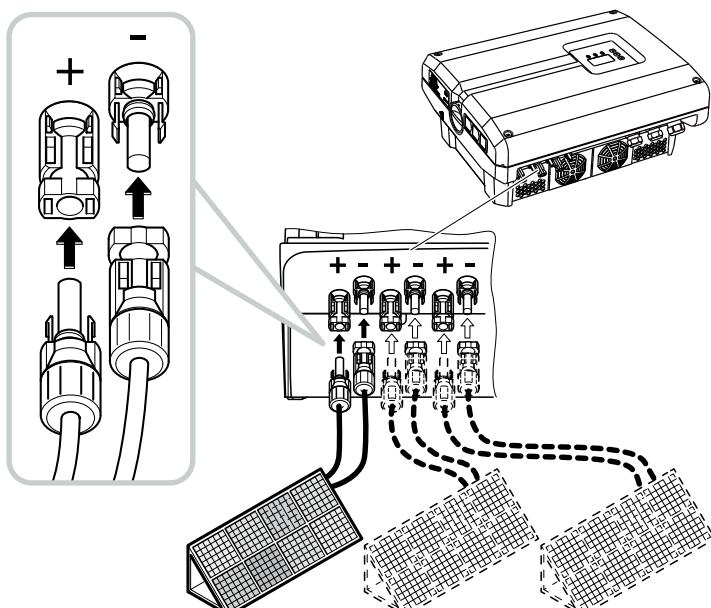

Fig. 37: Tilslutning af FV-streng
- 6.** Isæt DC-ledningernes bøsninger og stik ved vekselstrømsomformeren.  **Fig. 37**